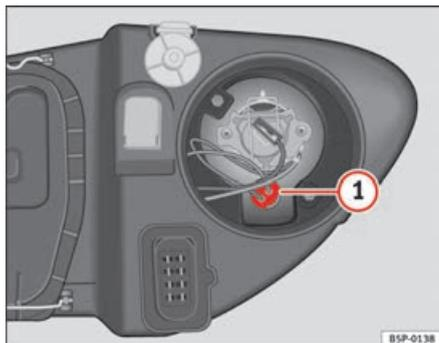

Abb. 193 Standlicht
- Die Fassung ⇒ Abb. 193 **1** herausnehmen.